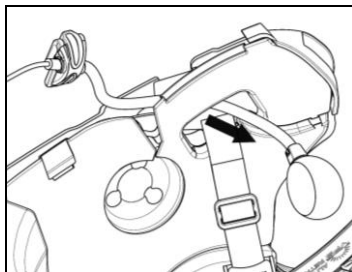
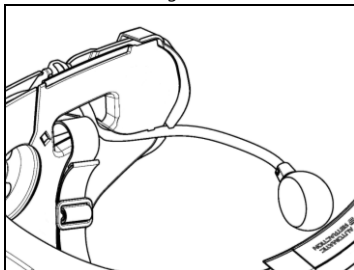

Fig. 11
Fig. 12
- Inserire il microfono all'interno dell'asola (Fig. 11) e posizionarlo nell'apposita sede, inserendo il braccetto del microfono nella scanalatura presente sul telaietto di aggancio mentoniera (Fig. 12).